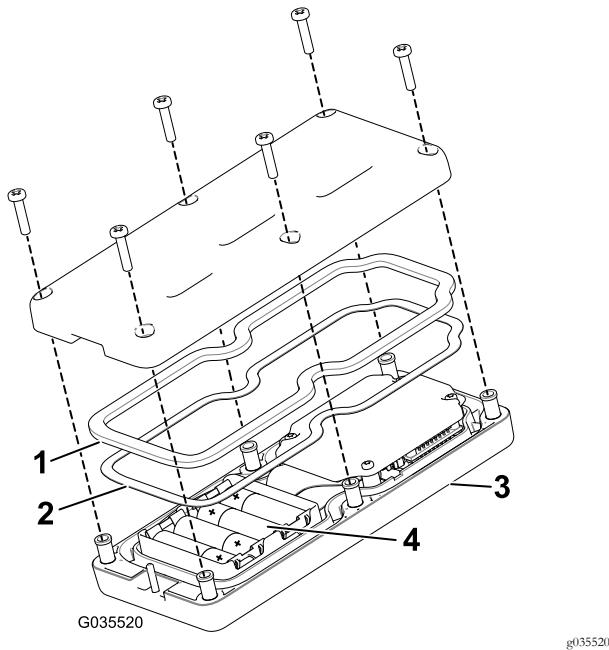

Рисунок 31
3. Отверните 6 винтов в задней части пульта дистанционного управления и демонтируйте крышки (Рисунок 31).
5. Вставьте все новые батарейки в соответствующие гнезда, соблюдая полярность. (Если батарейки будут установлены неправильно, устройство не будет повреждено, но и не будет работать.) В каждом гнезде имеется тиснение с обозначениями полярности клемм (Рисунок 31).
6. В случае случайного удаления резинового уплотнения и стальной прокладки осторожно установите их в канавку ручного пульта дистанционного управления (Рисунок 31).
7. Установите на место крышку, закрепите ее с помощью 6 ранее снятых винтов (Рисунок 31) и затяните их с моментом 1,5–1,7 Н·м.